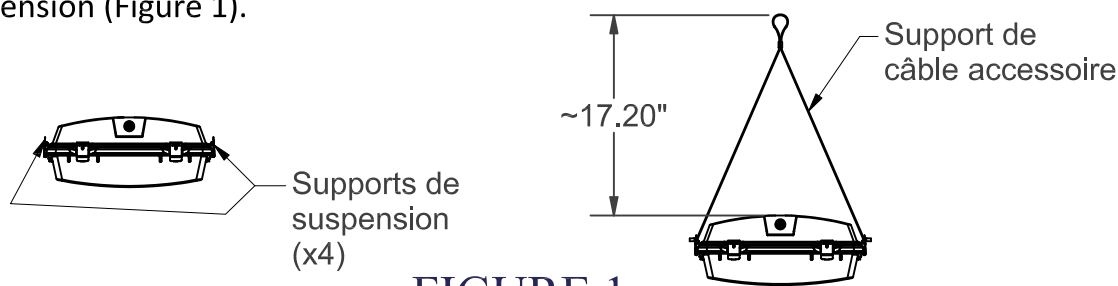

FIGURE 1
2. Rattacher le câble de suspension aux supports de suspension du luminaire (Figure 1).
3. Si vous utilisez le support de câble accessoire, rattacher chaque patte à un support de suspension du luminaire et rattacher le câble de suspension à la boucle de suspension (Figure 1).